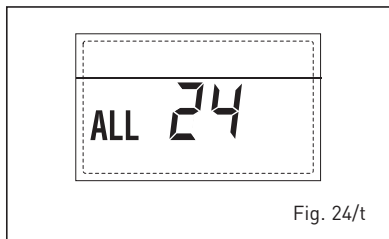

Fig. 24/t
- SOLARE S2 BOILER PROBE BREAKDOWN ANOMALY "ALL 25" (fig. 24/u)